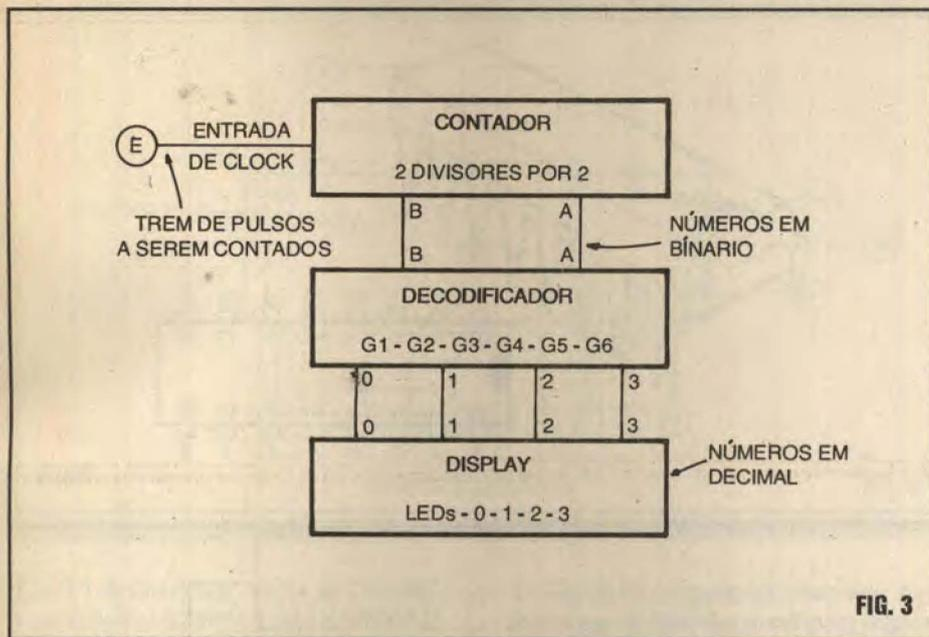

FIG. 3
- FIG. 3 - REPRESENTAÇÃO EM BLOCO, DE UM CONJUNTO CONTADOR/DECODIFICADOR/DISPLAY...